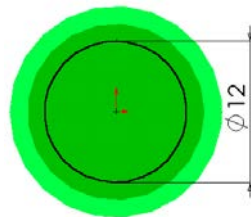

Рис. 2.7
6. Ввести значение диаметра 12 мм (кнопка ), рис. 2.7.